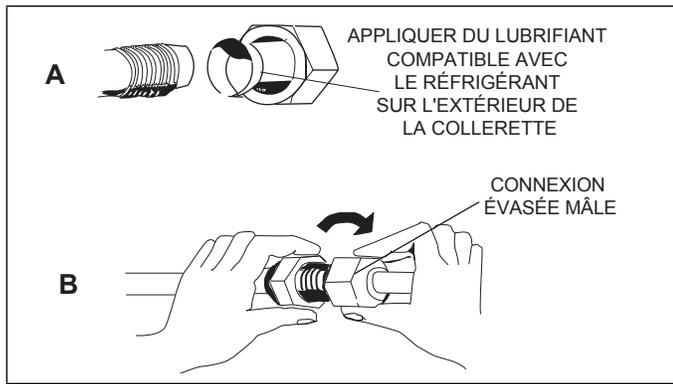

Figure 31. Réalisation des connexions mâles-femelles
15. Aligner les conduites de réfrigérant évasées sur les connexions filetées. Commencer par serrer légèrement les écrous évasés pour assurer qu'ils s'engagent correctement comme illustré à la « Figure 31. Réalisation des connexions mâles-femelles ».